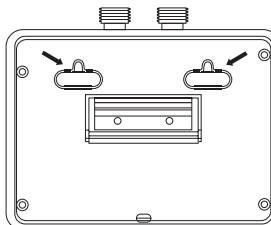

Рис. 3
- После установки шурупов навесьте на них водонагреватель. Места крепления указаны стрелками (рис. 3).
Установите два крепежных шурупа, вкручиваемые в дюбеля в стене, где будет установлен водонагреватель. Места крепления водонагревателя показаны на рис. 3 и 4. Шляпки шурупов должны выступать от стены на расстояние, необходимое для навески на них водонагревателя, чтобы обеспечить надежное крепление и прилегание к стене. Встроенные трубы прибора должны быть расположены вертикально.